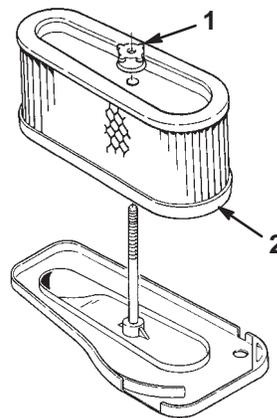

Figure 22
10. Dévissez l'écrou en caoutchouc et retirez l'élément en papier (Fig. 22).
3. Vissez ensuite l'écrou en caoutchouc à la main, contre le filtre à air (Fig. 22).